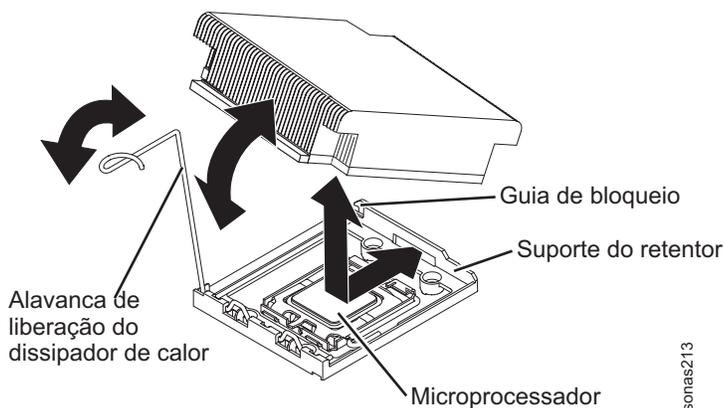

Figura 43. Alinhando o Dissipador de Calor Acima do Microprocessador
16. Alinhe o dissipador de calor acima do microprocessador com a parte inferior da graxa térmica. Consulte o Figura 43.